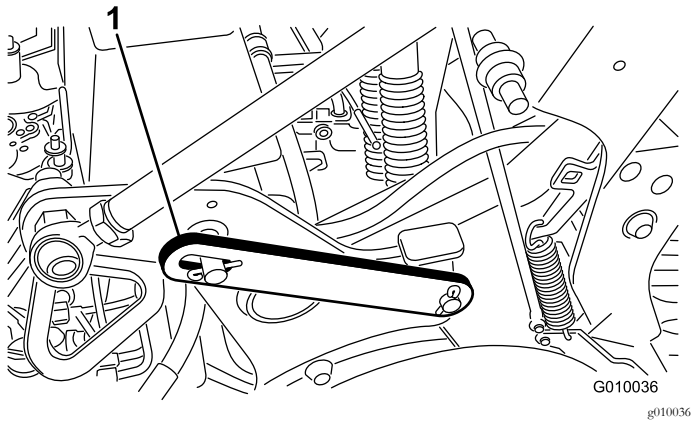

Bild 20
3. Entfernen Sie den Clipping, mit dem der Wartungsriegel in der Einlagerungsstellung befestigt ist (Bild 20).